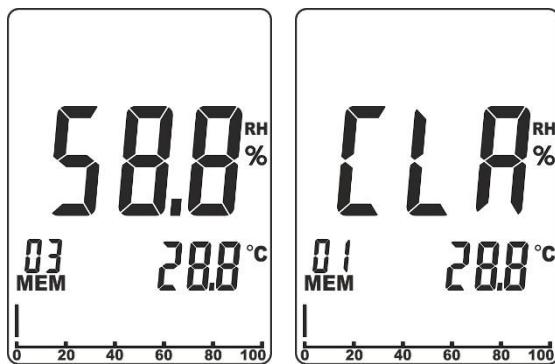

Fig. 4: Suppression de la mémoire interne
1. Appuyer simultanément sur les touches **◀ et ▶**. L'indication de la position de la mémoire actuelle (voir Fig. 4 – à gauche) clignote sur l'écran
2. Appuyer simultanément sur les touches **◀ et MEM/ALM** pendant au moins 3s. Le message « CLR » s'affiche à l'écran et la position de mémoire est indiquée automatiquement avec la valeur « 01 » (voir Fig. 4 – à droite)